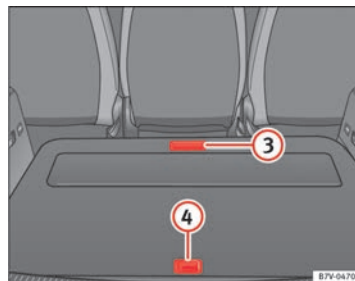

Fig. 116 Altri vani portaoggetti sul pavimento del bagagliaio
Apertura vano anteriore ⇒ fig. 116 ③:	▷ Tirare indietro la parte anteriore del pavimento del bagagliaio prendendola per l'asola.
Apertura vano posteriore ⇒ fig. 116 ④:	▷ Tirare indietro la parte posteriore del pavimento del bagagliaio prendendola per l'asola.